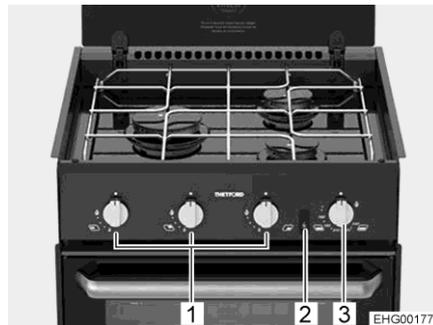
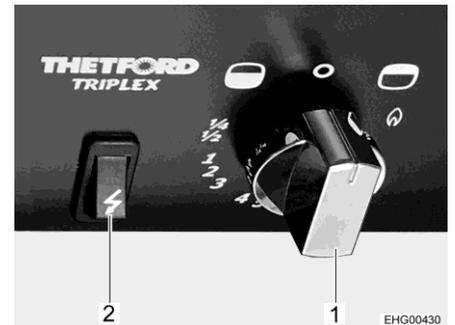

Bild 256 Herd mit Gaskochplatten
Bild 257 Bedienelemente (Gasbackofen mit Grill)
- Drehregler (Bild 256,1) der gewünschten Brennstelle drücken, auf Zündposition (große Flamme) drehen und gedrückt halten, bis die Flamme brennt (maximal 15 Sekunden lang).
- Drehregler (Bild 256,3 und Bild 257,1) drücken und entgegen dem Uhrzeigersinn (in Richtung Backofen-Symbol "☐") auf maximale Einstellung stellen.
- Drehregler (Bild 256,3 und Bild 257,1) drücken und 5 bis 10 Sekunden lang gedrückt halten. Es strömt Gas zum Brenner.
- Zündschalter (Bild 256,2 und Bild 257,2) so lange drücken, bis die Flamme brennt.
- Drehregler (Bild 256,3 und Bild 257,1) drücken und im Uhrzeigersinn (in Richtung Grill-Symbol "☐") auf das Flammensymbol stellen.
- Drehregler (Bild 257,1) auf "O" drehen. Die Flamme erlischt.